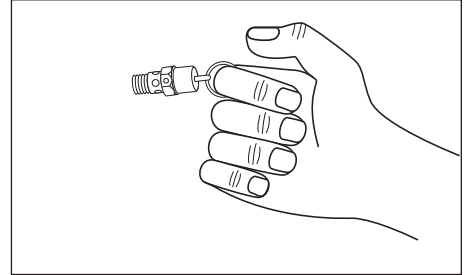

Figura 3 - Válvula de seguridad ASME
2. Usando gafas de protección, tire del anillo de la válvula de seguridad (vea las Figura 3) para liberar la presión del tanque del compresor. Use su otra mano para desviar el aire que se mueve a gran velocidad y evitar que le dé en el rostro.